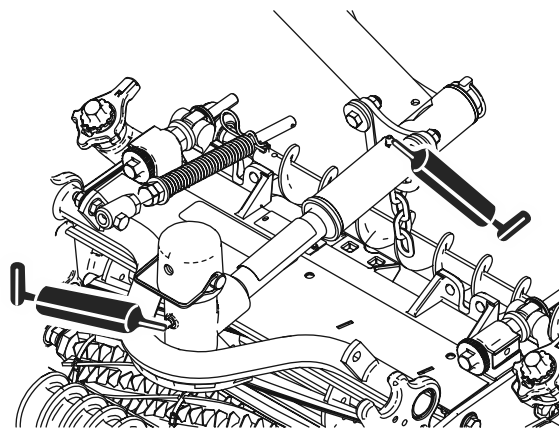

図 45
- ・ カuttingユニットのピボット（各2ヶ所）（図 45）